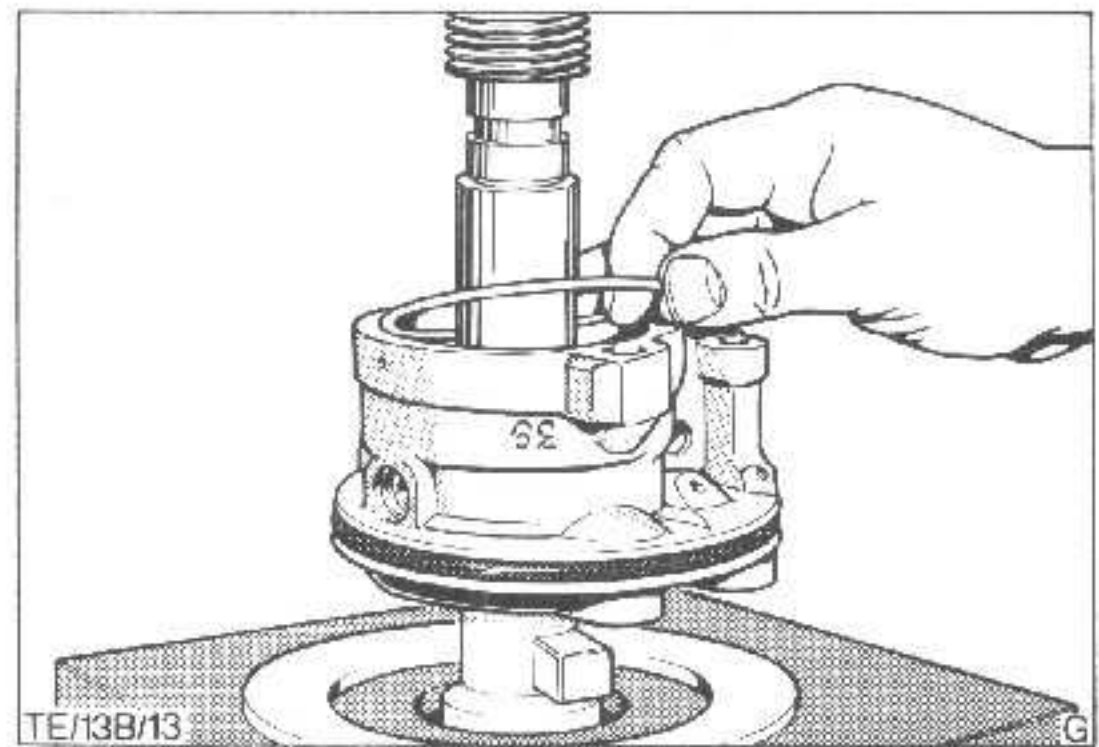

Abb.63 Abschlußplatte mit Sprengring sichern
25. Abschlußplatte mit Hydrauliköl benetzen und in das Gehäuse einpressen, bis der Sprengring in die Nut eingesetzt werden kann, Abb.63. Darauf achten, daß der Ringstoß des Sprengringes nicht über der Montagebohrung liegt.